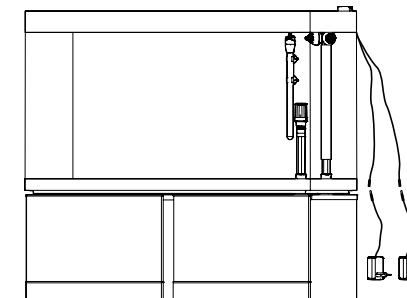

Abb. 9
3. Verbinden Sie die LED-Balken mit den LED-Treibern (Abb. 9).